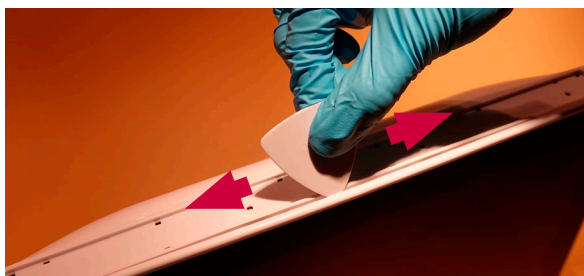

Bild 7 Lossa höljets baksida med plektrumverkytet
f) Ta bort höljets baksida (bild 7)